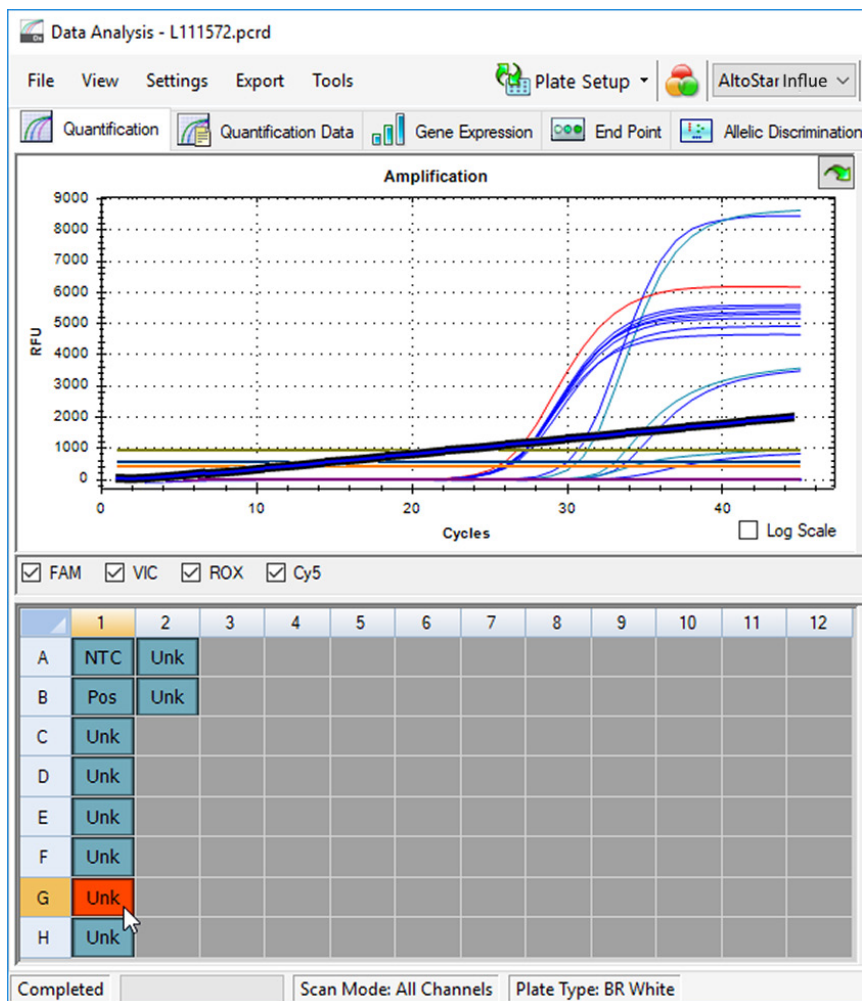

Figura 6: Finestra Data Analysis (Analisi dei dati): segnale PCR irregolare
2. Identificare i pozzetti con segnali PCR irregolari (aumento del segnale lineare, picchi anomali, ecc.) in uno qualsiasi dei canali di rilevamento FAM™ (influenzavirus A target), VIC™ (IC), Cy5 (influenzavirus B target) o ROX™ [influenzavirus A (H1N1)pdm09 target] (vedere figura 6).